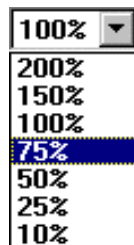

Abb. 1.25 – Pull-down-Menü zum Ändern des Maßstabs (Zoom).
- ➔ Das Arbeitsfenster kann erweitert werden, wenn der Platz zu gering ist. Mit Hilfe der ZOOM-Funktion (Abb. 1.25) kann auch der Maßstab verkleinert werden.